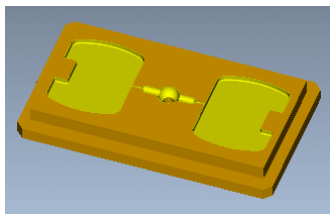

图 10.4.63 动态仿真
Step2. 在“轮廓铣削”操控板中，单击  按钮，系统弹出“VERICUT 7.1.5 by CGTech”窗口，单击  按钮，运行结果如图 10.4.63 所示。